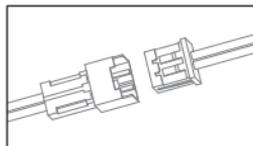
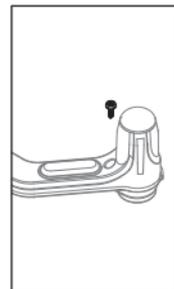

Bild 18
Bild 19
- Stecken Sie den passenden Motorstecker in den Motoranschluss (Bild 18). Dann platzieren Sie den Motor in den oberen Halter und dann in den unteren Halter, und ziehen die Schraube fest (Bild 19). Dann verwenden Sie die oben gezeigten Bilder 14/15, um den Propeller wieder zu befestigen.